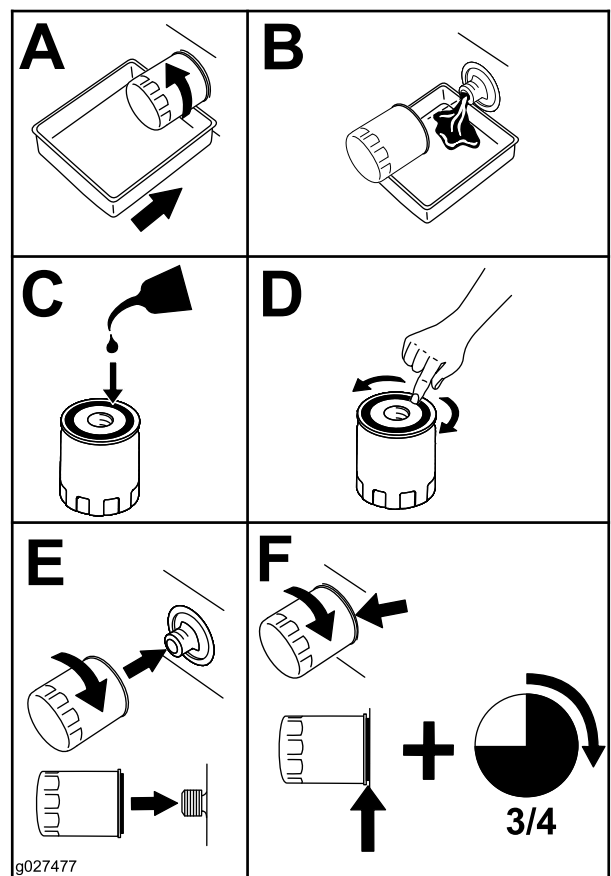

Figura 62
6. Sustituya el filtro de aceite del motor tal y como se muestra en la Figura 62.